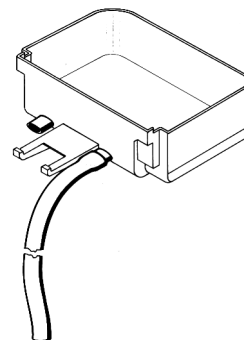

figura 1
- 8 - Il cassetto raccogliocce è dotato di due attacchi di drenaggio con diaframma. Nel caso si desideri lo svuotamento continuo del cassetto, perforare il diaframma (ad esempio con un cacciavite) di uno dei due attacchi di drenaggio e collegarlo ad un tubo di scarico (vedere figura 1).